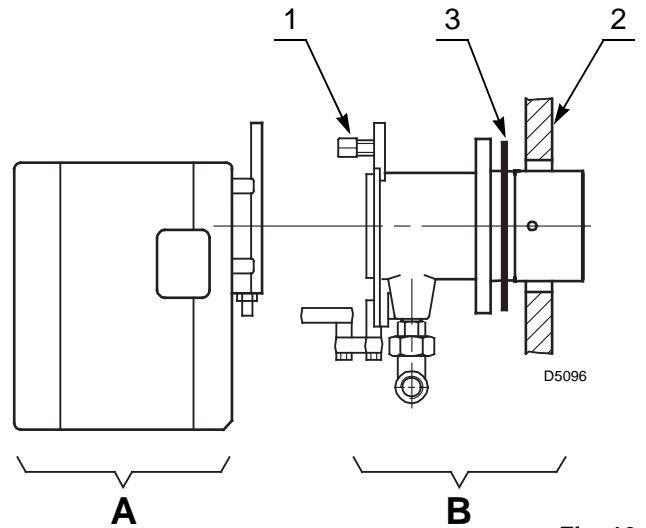

Fig. 10
- Separar el cabezal de combustión del resto del quemador quitando la tuerca 1) y extraer el grupo A)(Fig. 10).
- Fijar el grupo B)(Fig. 10) a la placa 2) de la caldera, interponiendo la junta aislante 3) suministrada en dotación.